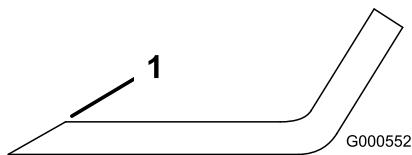
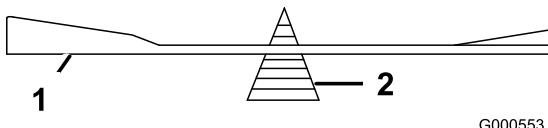

Figure 48
Figure 49
1. Au moyen d'une lime, aiguissez les tranchants aux deux extrémités de la lame (Figure 48). Veillez à conserver l'angle de coupe d'origine. Limez la même quantité de métal sur chacun des deux tranchants pour ne pas déséquilibrer la lame.
2. Vérifiez l'équilibre de la lame en la plaçant sur un équilibrage (Figure 49). Si la lame reste horizontale, elle est équilibrée et peut être utilisée. Si la lame est déséquilibrée, limez un peu l'extrémité de la partie relevée seulement (Figure 48). Répétez la procédure jusqu'à ce que la lame soit équilibrée.